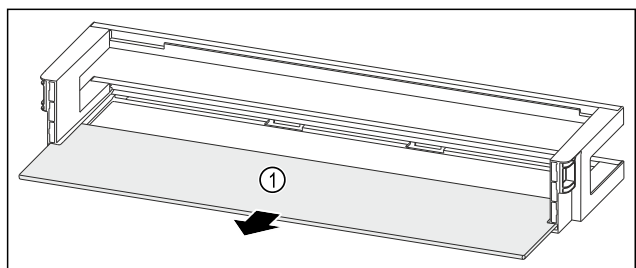

Fig. 158 Dveřní přihrádka s odkládací plochou
- ▶ Odkládací plochu Fig. 158 (1) odeberte.